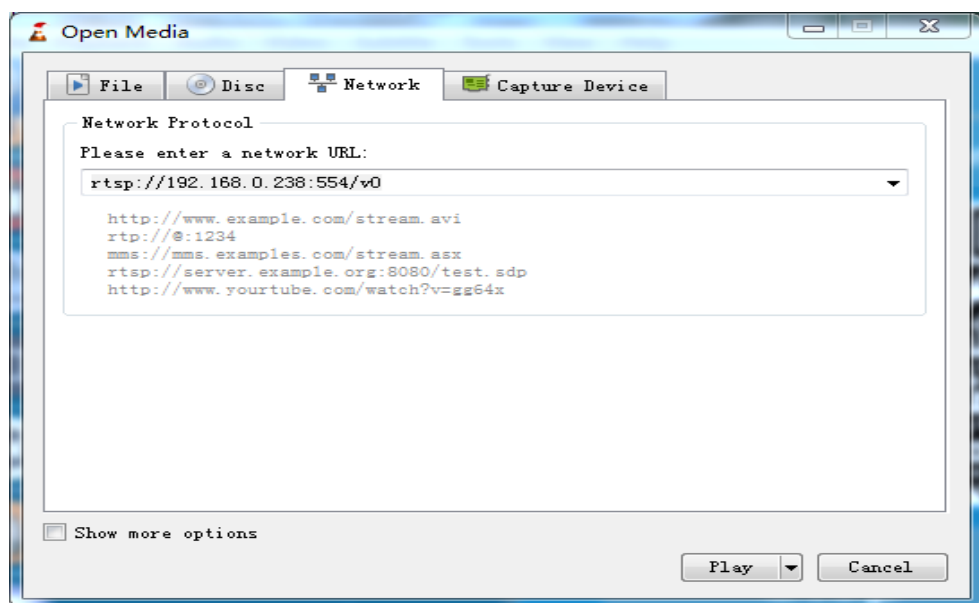

Рис. 27 Настройки VLC плеера на ПК
- 4) Укажите RTSP адрес в строке как показано на рис. 27 (RTSP адрес трансляции указан над QR кодом в приложении TesterPlay), нажмите кнопку Play (Воспроизведение);